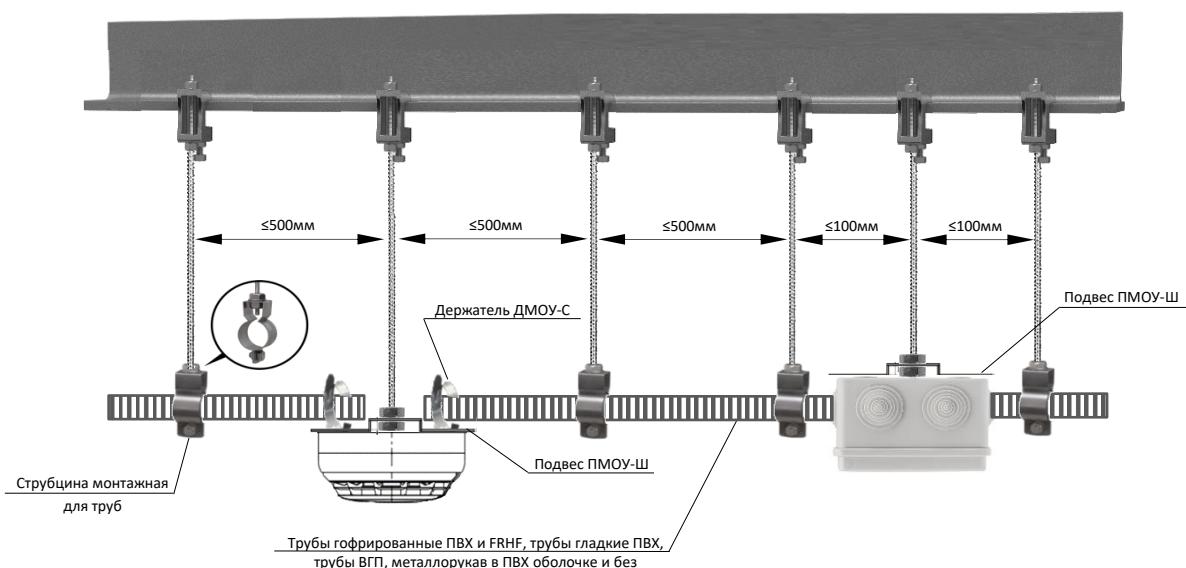

Рис. 3.9.1 Прокладка по металлическим конструкциям с использованием струбцин монтажных
Пример прокладки линии в гофрированной трубе с применением струбцин представлен на рис. 3.9.1.
1. Использование **струбцин монтажных стальных** (рис. 3.9.1);